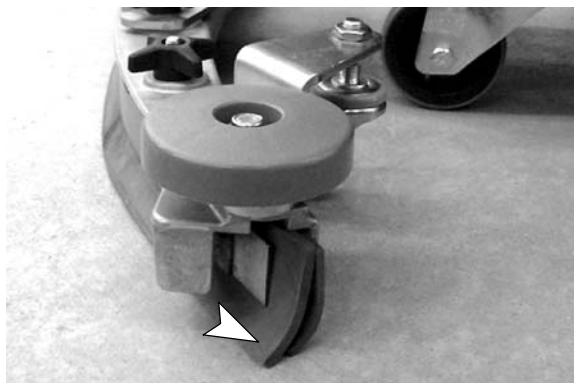

FIG. 64
3. Durant le fonctionnement de la machine avec les roulettes réglées correctement, les lames de racloir doivent avoir une déflexion comme illustré (Figure 64).